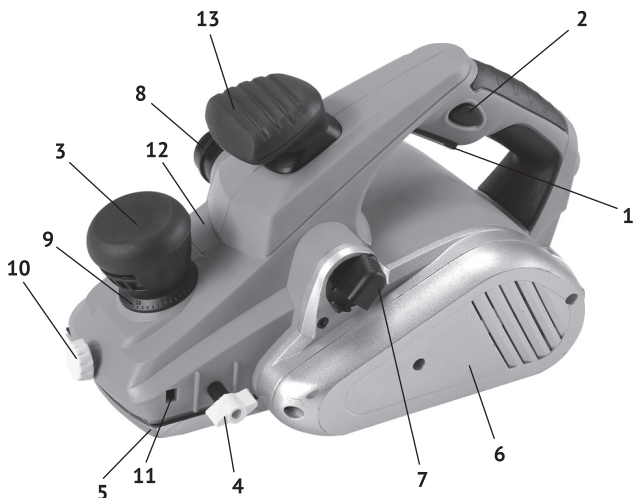

рис. 1
1.1 Ручной электрический рубанок (далее по тексту – рубанок) предназначен для строгания пиломатериалов из древесины различных пород. Три V – образных канавки на рабочей поверхности передней подошвы (рис.1 поз.5), позволяют производить снятие фасок при изготовлении элементов деревянных конструкций.
Внешний вид рубанка представлен на рис.1
1.7 Механизм рубанка расположен в пластиковом корпусе (рис.1 поз.12), закреплённом на нерегулируемой подошве. Крутящий момент с якоря электродвигателя, поликлиновым ремнём передаётся на барабан. На барабане рубанка крепятся два ножа. Ножи – основной рабочий инструмент рубанка.
Отвод стружки производится через патрубок пылеотвода (рис.1 поз.8), к которому крепится пылесборник или подключается промышленный пылесос.
1.8 Клавиша выключателя (рис.1 поз.1) расположена в нижней части рукоятки.
Во избежание самопроизвольного включения инструмента, выключатель снабжён блокировкой клавиши (кнопка блокировки, рис.1 поз.2, расположена на левой части рукоятки). Включение рубанка, осуществляется нажатием на клавишу выключателя пальцами ладони, после нажатия и удержания кнопки
1.9 Ручкой (рис.1 поз.3) регулируется глубина строгания. Поворотом ручки по часовой стрелке увеличивается глубина строгания в интервале от 0 до 3,5 мм (разметка шкалы с шагом 0,1 мм). Глубина строгания за один проход устанавливается совмещением нужного значения на шкале (рис.1 поз.9) со стрелкой на корпусе рубанка.
- вращением ручки (рис.1 поз.3) установить необходимую глубину строгания. Максимальную глубину (2,0-3,0 мм) следует устанавливать для обработки дерева мягких пород и черновой (обдирочной) обработке. Для окончательной (чистовой) обработки, выставляется небольшая (около 0,2 - 0,3 мм) глубина строгания;
- снятие фаски осуществляется перемещением рубанка по обрабатываемому углу заготовки, с использованием V-образных пазов в регулируемой подошве (рис.1 поз.5);
- при обработке широких заготовок рекомендуется установить параллельный упор в отверстие (рис.1 поз.11) справа или слева. Упор, позволит (при ровном крае заготовки) сострогать точно выставленную полосу от края заготовки.
Для проведения строгания с выборкой четверти, на переднюю часть рубанка (над регулируемой подошвой) необходимо закрепить в отверстие крепления (рис.1 поз.11) параллельный упор. Сбоку к корпусу рубанка (справа или слева) крепится (винтом рис.1 поз.4) уголок ограничения глубины выборки, имеющий метрическую и дюймовую разметку по глубине выборки. По параллельному упору выставляется необходимая ширина выборки. По разметке на уголке, его подошва поднимается на необходимую глубину выборки четверти.
- снять крышку ремённой передачи (рис.1 поз.6) открутив 3-и крепёжных винта;
- вращая ручку-регулятор глубины строгания (рис.1 поз.3), установите переднюю регулируемую подошву (рис.4 поз.1) на одном уровне с задней подошвой (рис.4 поз.5);
- снять крышку ремня (рис.1 поз.6) открутив 3 винта;